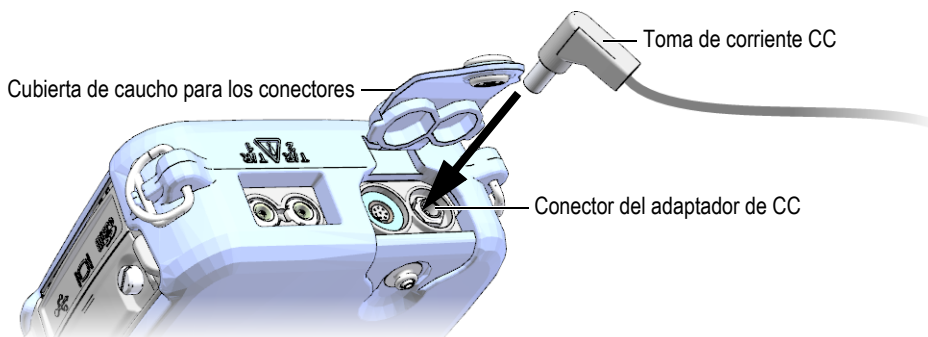

Figura 2-3 Conexión del cable de alimentación de CC
2. En la parte superior del equipo 38DL PLUS, levante la cubierta protectora de caucho que cubre el conector del adaptador de CC. Véase la Figura 2-3 en la página 41.
3. Conecte la toma de corriente CC (del cargador/adaptador) al conector del adaptador de CC. Véase la Figura 2-3 en la página 41.